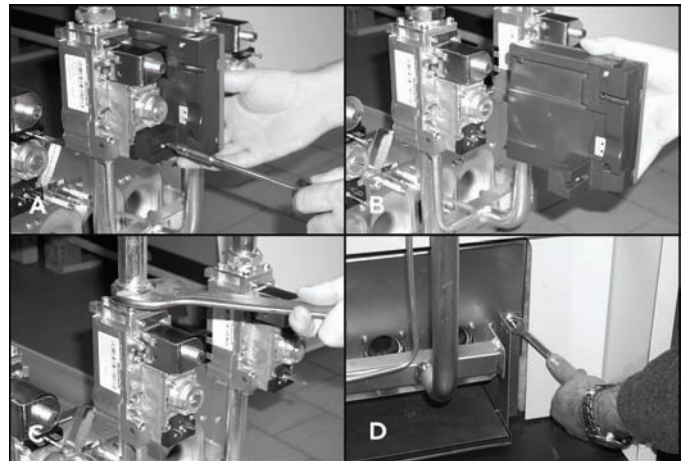

рис. 7 - Демонтаж и очистка горелок
- Если горелки на жгутятся и после электронного блока контроля пламени к газовому клапану (поз. А - рис. 7) и демонтируйте его с клапана (поз. В - рис. 7).
- Отвинтите гайки крепления трубы подачи газа, расположенной перед газовыми клапанами (поз. С - рис. 7).
- Отвинтите две гайки крепления дверцы камеры сгорания к чугунным элементам корпуса котла (поз. D - Орис. 7).